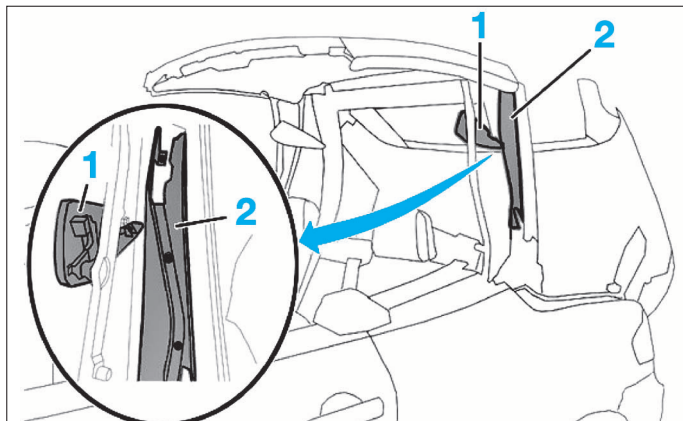

FIG. 82
- la garniture (1) de la biellette (Fig.82)
- la garniture (2) de custode